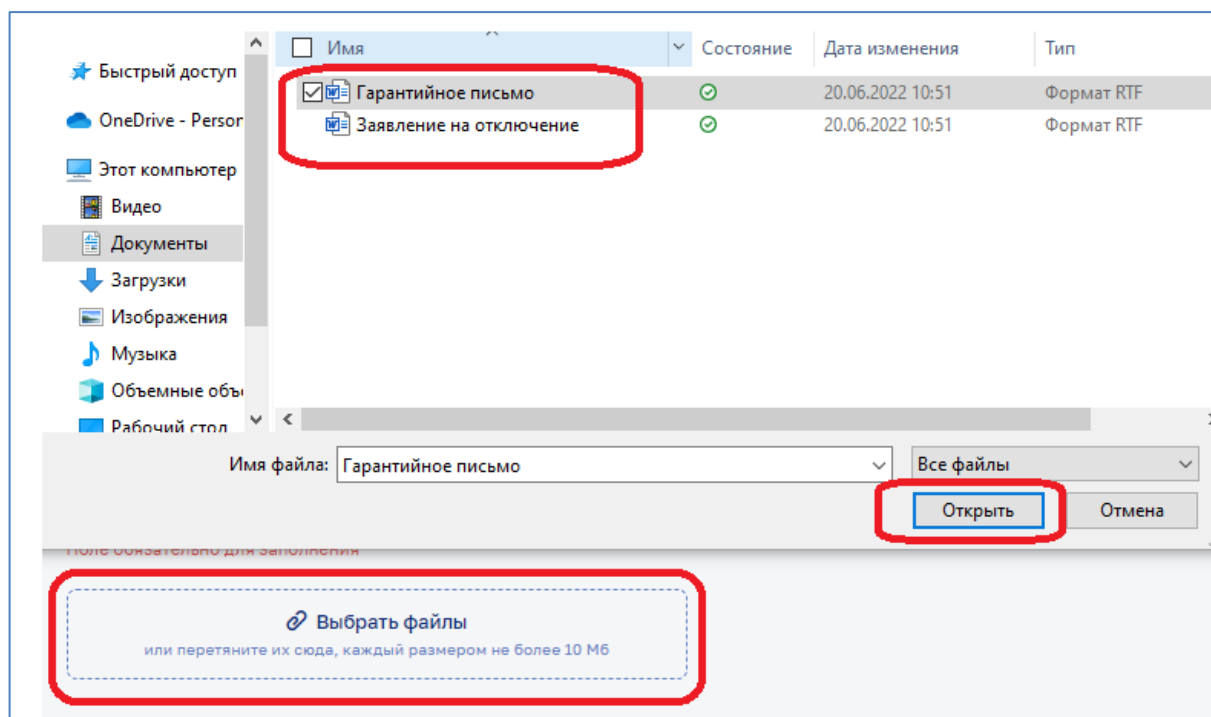

Рисунок 130 – Выбор файла
- Документы – при необходимости к карточке отключения прикрепляются файлы, например заявления, письма, фотографии и т.п. После нажатия на кнопку «Выбрать файлы» необходимо выбрать файл на диске и нажать кнопку «Открыть» (Рисунок 130). Файл будет добавлен к обращению.